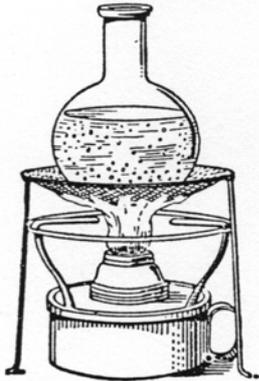

Fig. 1. — Des bulles d'air se dégagent de l'eau chauffée.
**EXPÉRIENCE.** — Chauffons dans une casserole, ou mieux dans un ballon, de l'eau puisée au robinet; bien avant qu'elle commence à bouillir, de petites bulles gazeuses se forment au sein du liquide et viennent crever à sa surface (fig. 1); ces bulles sont de l'air que l'eau froide avait dissous. Contrairement à ce qui se produit pour les corps solides, les gaz se dissolvent moins bien dans l'eau chaude que dans l'eau froide, et c'est pour cela que l'air s'échappe de l'eau que nous chauffons.